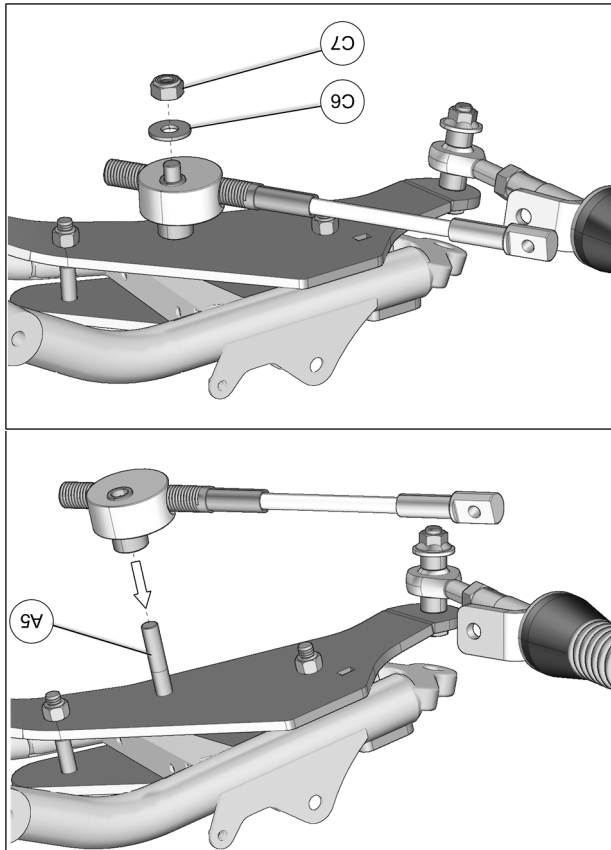

Fig. 25
13. Positionner le disque du câble assemblé du limiteur de conduite au boulon M10x90mm (A5) préalablement installé à l'étape 6. La flèche sur le disque doit pointer vers l'avant du véhicule. Utiliser la rondelle (C6) et l'écrou (C7) pour fixer le limiteur de conduite en place. Serrer l'écrou à un couple de 50 N•m [37 lb•pi]. Voir la Fig. 25